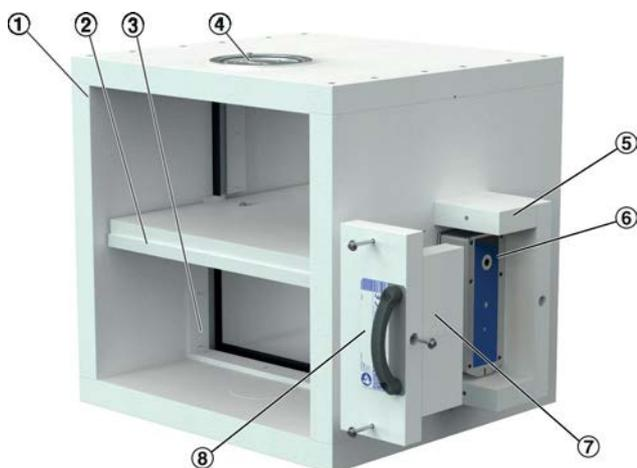

Fig. 4: Compuerta para extracción de humo EK2-EU
| 2 Lado de instalación | 5 Espacio de servicio destinado para facilitar acceso al actuador encapsulado Fig. 4 |
- 5 Espacio de servicio destinado para facilitar acceso al actuador encapsulado Fig. 4